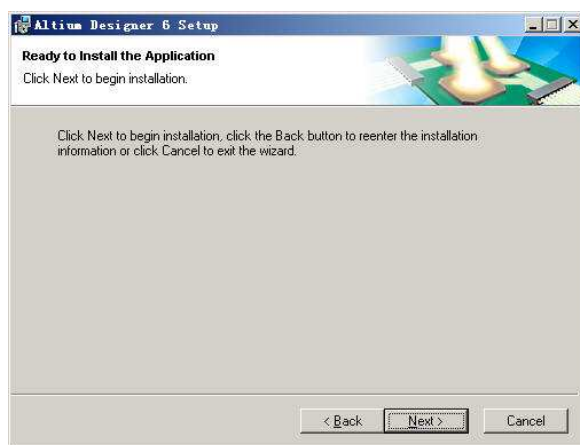

图 1.6 “Ready to Install the Application”视图
(6) 在安装路径选择对话框中选择安装路径，单击“OK”按钮，确定安装路径，单击“Destination Folder”视图中的“Next”按钮，打开如图 1.6 所示的“Ready to Install the